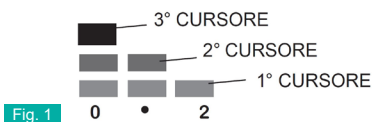

Fig. 1
-Ogni **COLONNA** è formata da tre **CURSORI** di temperatura (Fig.1) :